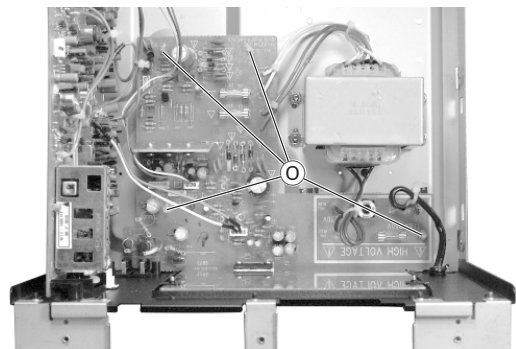

Fig. 10
- 4 Rastnasen (O) (Fig. 10) ausrasten und Power-Platte herausnehmen.
- Disengage the 4 catches (O) (Fig. 10) and take out the Power Board.